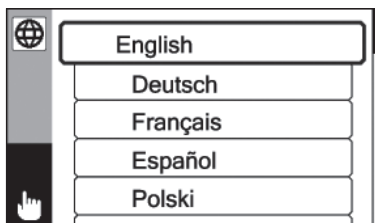

Fig. 12: Langue
- Langue de l'interface utilisateur² (fig. 12)